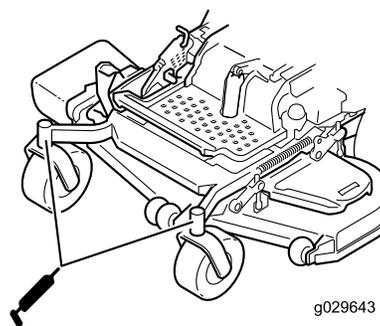

Figure 46
10. Remettez le bouchon hexagonal et le capuchon antipoussière en place (Figure 46).